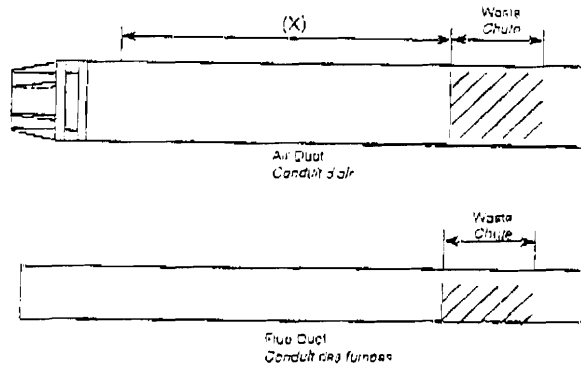

Fig. 4
3. Taking the air duct, mark dimension 'X' as shown (Fig. 4). Measure the length of waste material, and transfer the dimension to the flue duct (Fig. 4).
3. En prenant le conduit d'air, marquer la cote 'X' (voir Fig.4). Mesurer la longueur de la chute et la transférer sur le conduit des fumées (Fig.4).